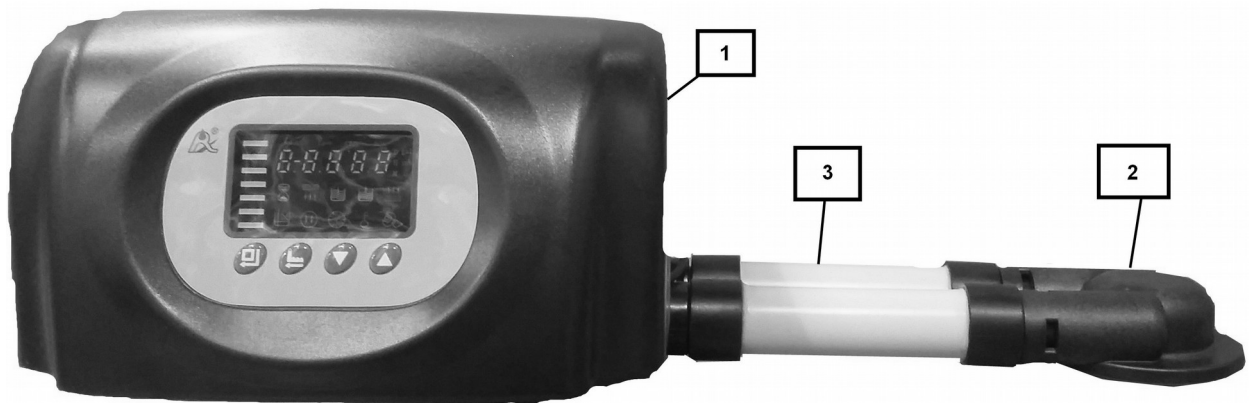

Рис. 4 — Внешний вид подключения клапана
8.15 Используя комплект соединительных трубок (3), подключить фильтр №2 с адаптером (2) к фильтру №1 с управляющим клапаном (1), (рис.4)